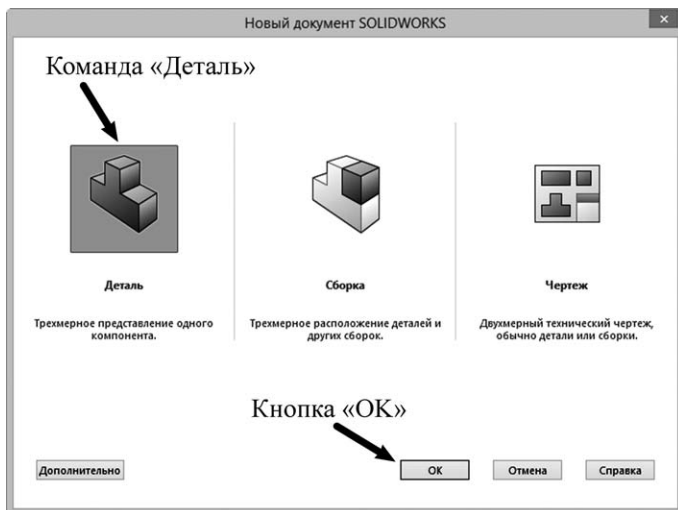

Рис. 1.10
- в диалоговом окне «Новый документ SOLIDWORKS» выбираем команду «Деталь» и нажимаем кнопку «ОК» (рис. 1.10).